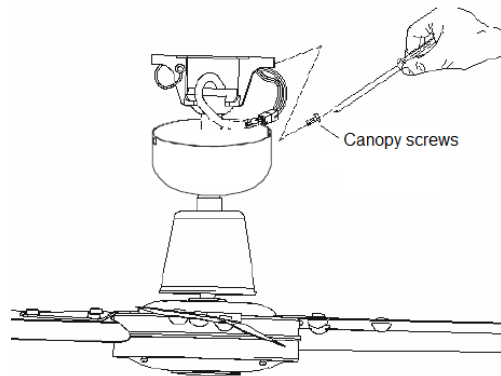

Abb. 9
- Decken Sie die Halterung mit der Abdeckung ab. Die Verkabelung befindet sich nun unter der Abdeckung und Sie sollten darauf achten, dass diese in diesem Schritt nicht beschädigt wird. Sichern Sie die Abdeckung an der Halterung der Deckenstange mittels der mitgelieferten Schrauben. Abb. 9.